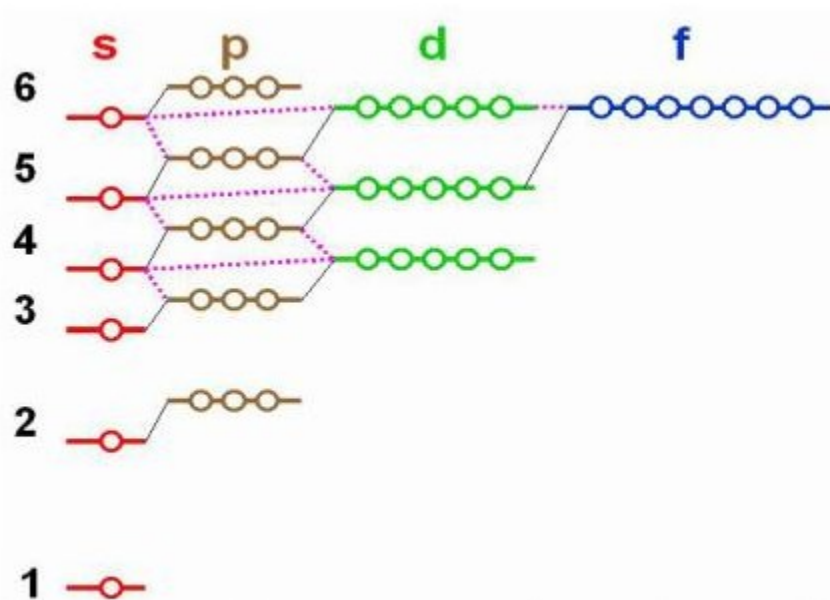

Abbildung 74: Ein Bild der Bindungsenergien der einzelnen Orbitale
Wenn man mit diesem Schalenmodell die Systematik im Periodensystem der Elemente erklären will, muss man noch zusätzlich die Bindungsenergie der Elektronen in den einzelnen Orbitalen beachten. In einem schematischen Bild der Bindungsenergien für die einzelnen Orbitale kann man jedem Orbital eine Treppenstufe zuordnen etwa in der Art der Abbildung 74.
So geht es dann bei **Natrium** mit der 3. Schale weiter bis zum Argon, bei dem die 3s- und 3p-Niveaus voll besetzt sind, hierfür schreibt man dann auch  $[\text{Ne}]3s^2 3p^6$  oder weiter abgekürzt  $[\text{Ar}]$ . Dabei ist zu bemerken, dass das 3d-Niveau noch nicht besetzt ist. Das nächste Elektron findet seinen Platz in dem 4s-Niveau, das in der Leiter niedriger liegt als das 3d-Niveau. Diese Unregelmäßigkeit in der Besetzung - hier wird ja erst 4s und dann 3d besetzt - ist im Bild 74 mit der violett-gepunkteten Linie hervorgehoben. Damit ist Argon zwar ein Edelgas, aber seine 3d-Niveaus sind doch noch leer. Offensichtlich liegen diese 3d-Niveaus nur knapp über den 4s-Niveaus, denn wenn nach Kalium und Calcium das 4s-Niveau besetzt ist, folgt gleich darauf bei Scandium die Besetzung des 3d-Niveaus. 4p wird erst bei Gallium besetzt, wenn das 3d-Niveau ganz voll ist. Diese Besonderheit in der Anordnung des 3d-Niveaus über dem 4s-Niveau zusammen mit der gleichen Regel für 4d-5s, 5d-6s und 6d-7s erklärt viele Eigenarten der Form des Periodensystems der chemischen Elemente, insbesondere die Tatsache, dass die Gruppe der Übergangsmetalle zwischen die Hauptgruppen-Elemente eingeschoben ist. Wie bei 4s-3d liegt auch bei 5s-4d und 6s-5d jeweils das d-Niveau etwas höher. So zeigen dann auch die jeweils übereinander stehenden 3d-, 4d- und 5d-Übergangsmetalle
**Der Alchemist:** Wenn ihr euch das Energieschema der Elektronenschalen im Bild 74 noch mal ansieht, kann sich hier das einfach-besetzte 2s-Orbital mit Anteilen von unbesetzten 2p-Orbitalen mischen. Die Unterkante des 2p-Bandes fällt unter die Unterkante des 2s-Bandes ähnlich wie die